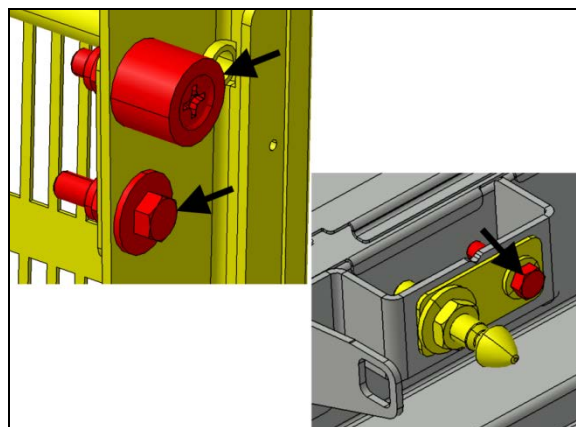

FIGURE 56:
13. Ouvrir la porte et procéder au serrage final des éléments identifiés par les flèches (Figure 56:).